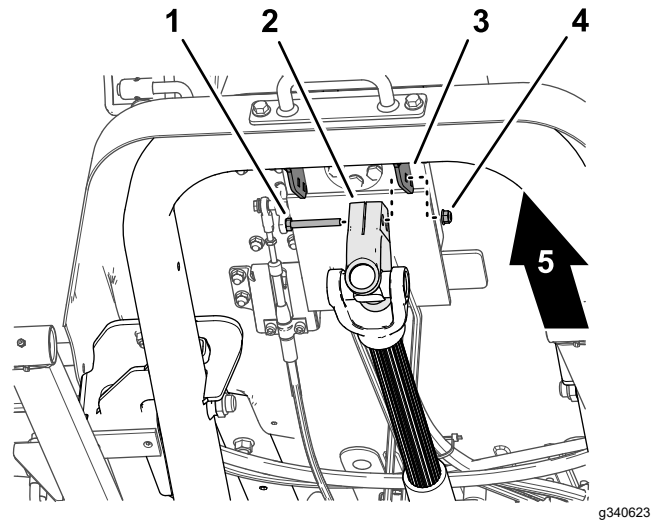

図 15
1. 駆動シャフトを支えながら、駆動シャフトのヨークをステアリングバルブマウントブラケット 図 15 に固定しているキャップスクリュとロックナットを外し、駆動シャフトを慎重に外す。